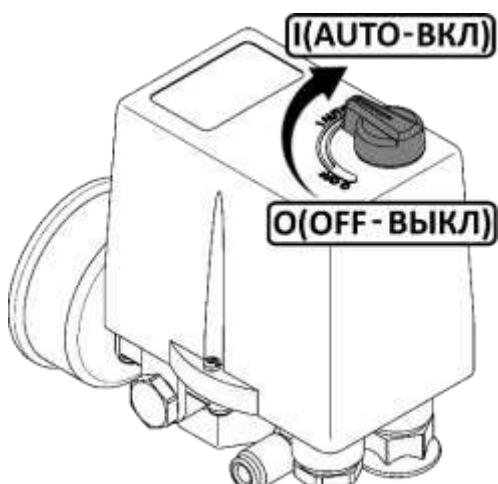

Рисунок 3
- Проверьте, чтобы выключатель на реле давления находился в выключенном положении "O" или "OFF", в зависимости от исполнения (рисунок 3).
- Выключить компрессор выключателем **3** на реле давления (рис. 4-5). Для этого необходимо переключить выключатель в положение "O" или "OFF", в зависимости от исполнения (рис. 3). После этого остановится электродвигатель и произойдет сброс давления из нагнетательного воздухопровода и поршневого блока.
- Переключите выключатель **3** на реле давления в положение "**O**" или "**OFF**", в зависимости от исполнения (рисунок 3).